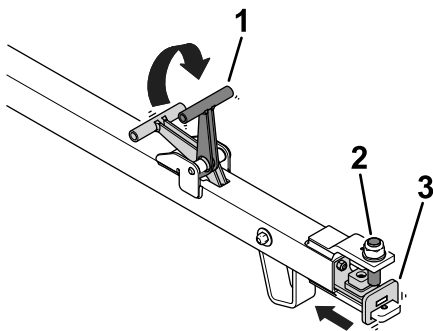

Figura 5
1. Sollevate la maniglia del timone (Figura 5).